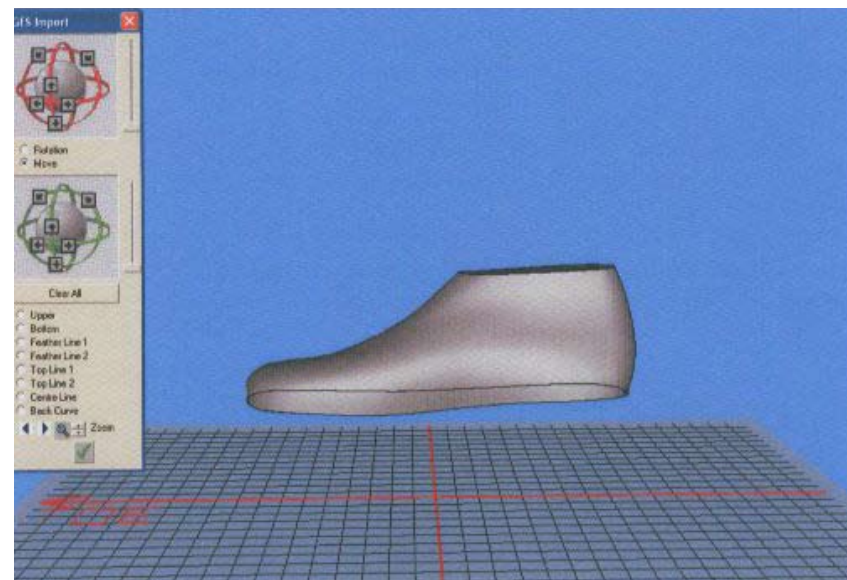

Рис. 161
- Вращайте колодку до тех пор, пока она не будет в положении, как показано ниже (рис. 161).